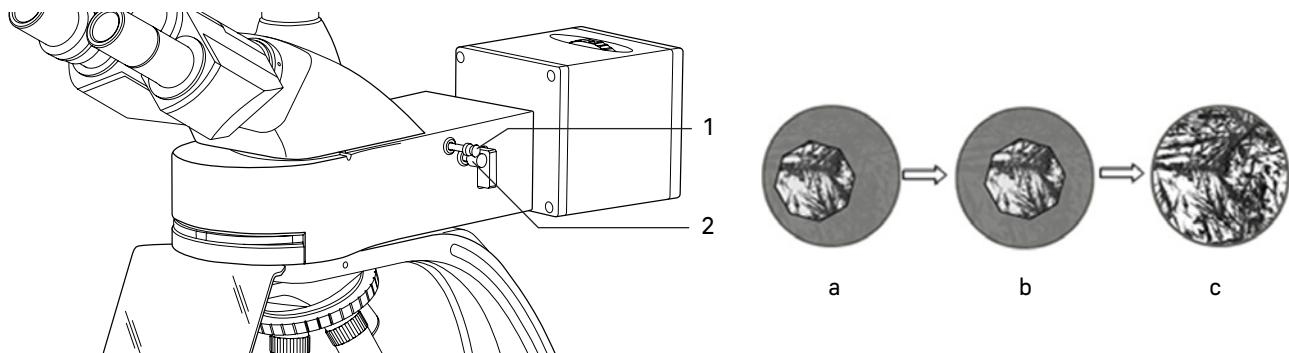

Рис. 15. Центрировка полевой диафрагмы осветителя отраженного света
- Закройте полевую диафрагму – рукоятку 2 введите до упора. В центре поля зрения должно быть видно светлое пятно, как показано на рис. 15б.
- Если светлое пятно не в центре поля зрения, как показано на рис. 15а, необходимо отцентрировать диафрагму. При помощи двух центрировочных винтов 1, расположенных по обеим сторонам насадки, центр диафрагмы совмещается с центром поля зрения, как показано на рис. 15б.
- Раскройте полевую диафрагму до размера поля зрения, как показано на рис. 15с.